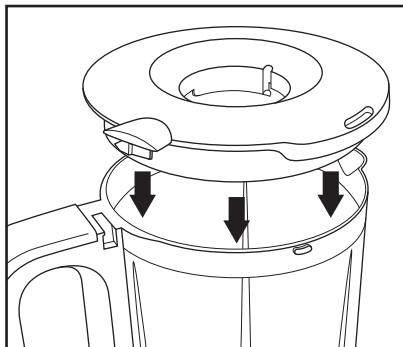

Abb. 3
- 1) Setzen Sie den Mixaufsatz mittig auf den Motorblock ⑩, so dass der Pfeil ▼ an der Halterung mit Mixermesser ⑨ auf das Symbol  weist.
- 3) Setzen Sie den Deckel ⑥ des Mixaufsatzes so auf das Mixergefäß ⑦, dass die Lippe am Deckel ⑥ genau neben dem Griff des Mixergefäßes ⑦ liegt (Abb. 3). Achten Sie darauf, die Lippe genau an der Seite neben dem Griff zu positionieren, zu der die Schiene am Griff hin geöffnet ist.